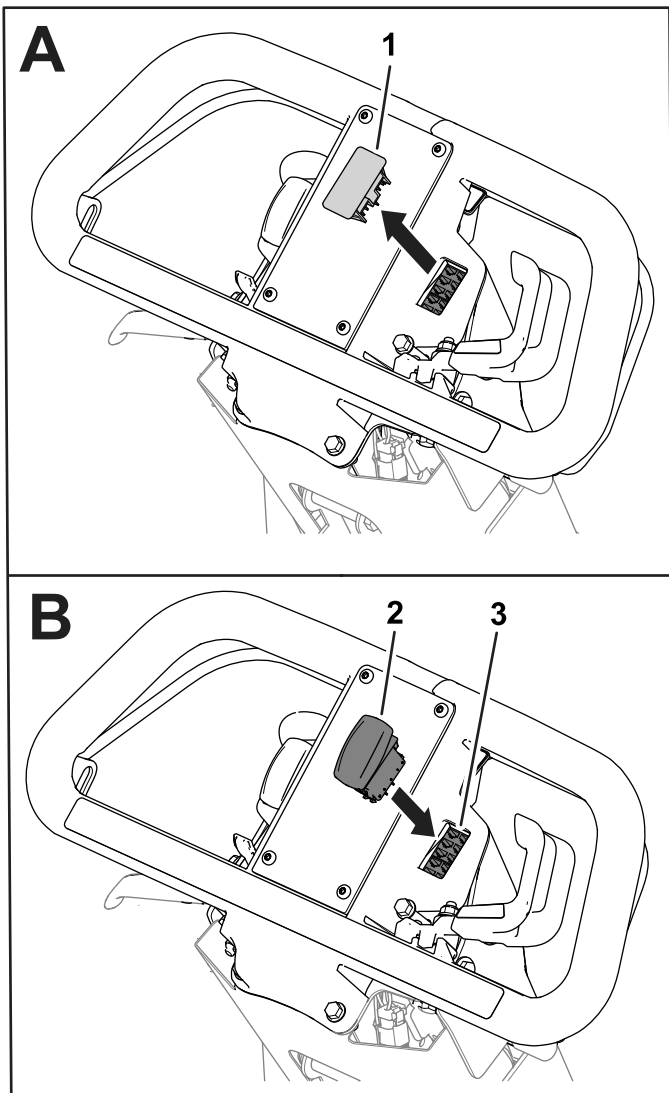

Figura 3
1. Retire el tapón del manillar (Figura 3).
2. Conecte el interruptor con el conector hembra de 8 vías del arnés de cables (Figura 3).